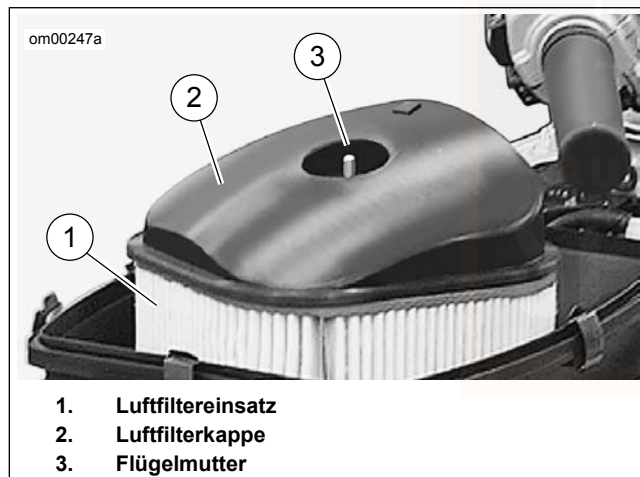

Abbildung 42. Luftfilterbaugruppe
5. Siehe Abbildung 42. Die Flügelmutter abschrauben, mit der die Luftfilterkappe befestigt ist. Die Luftfilterkappe entfernen und den Papier-/Drahtgazefiltereinsatz ausbauen.